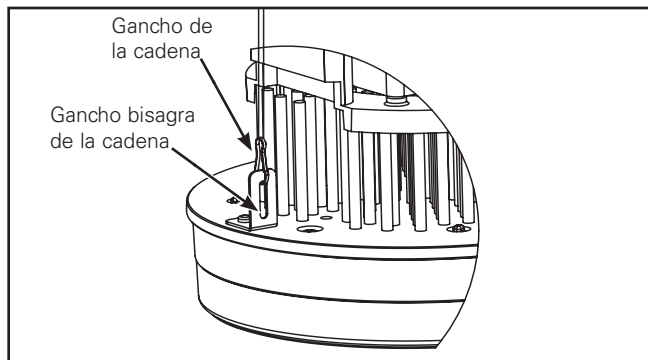

Figura 6.
5. Conecte la cadena con el módulo (Figura 6.).